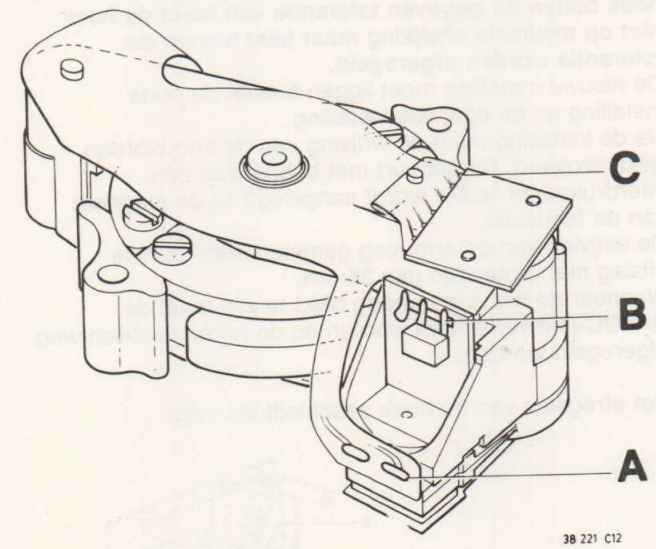

Fig. 3
- Desoldeer de aansluitingen A (zie Fig. 3) van de flexprint.
- Breng de aansluitingen A en B aan. (zie Fig. 3).
- Breng het apparaat in service lus 0, schakel S in en regel de instelpotmeter zodanig terug dat er 3 volledige pulsen over een tijd van 0.1 sec. zichtbaar zijn (zie fig. 3).